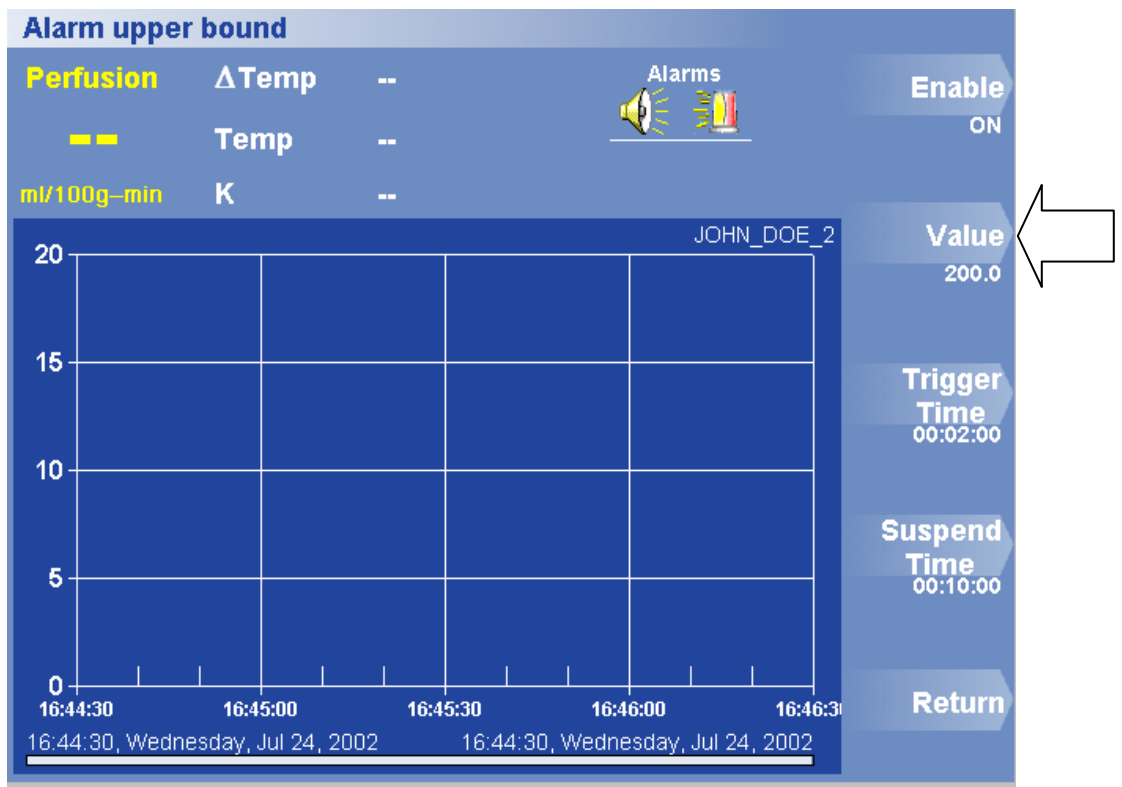

Figura 25. Menu Definir Alarme Máximo Activado
2. Prima Valor Máximo de Activação. Aparece o menu Alarme Máximo Activado (Figura 25).
1. Prima Opções > Definir Alarme > Valor Máximo de Activação. Aparece o menu Alarme Máximo Activado (Figura 25).